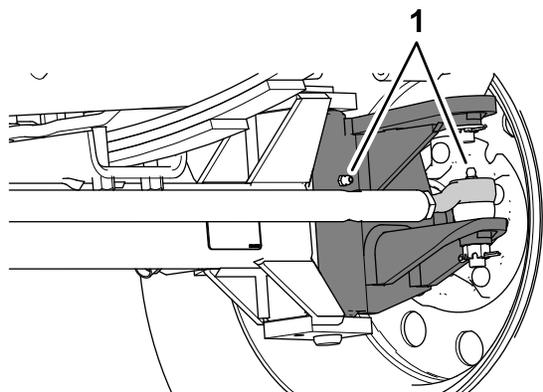

**Figura 70**
2. Bombear grasa en el cojinete o casquillo de cada punto de engrase (Figura 70).